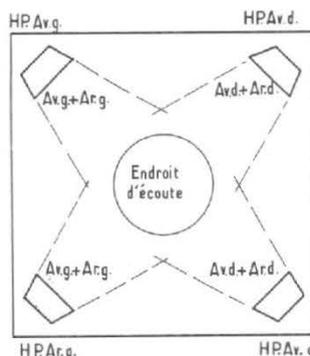

Fig. 3.
2) « 2 CH » : en position « 2 CH » les signaux d'entrée avant gauche et arrière gauche sont mélangés. Il en va de même pour les signaux d'entrée avant droit et arrière droit. Les enceintes sont alimentées comme indiqué figure 3.